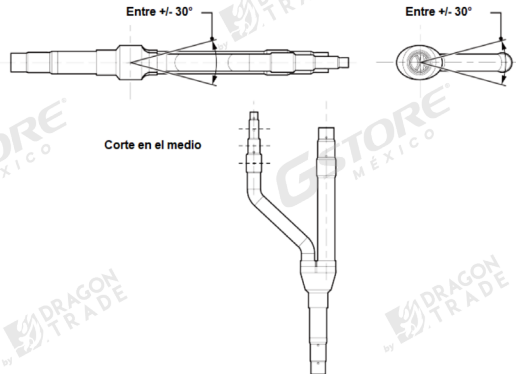

Fig. 20
2. La rama de tipo Y tiene varias secciones de tubería con diferentes dimensiones, lo que facilita la coincidencia con varias tuberías de cobre. Use un cortador de tuberías para cortar en el medio de la sección de tubería que tenga la dimensión adecuada y también retire las rebabas. Ver Fig.20.